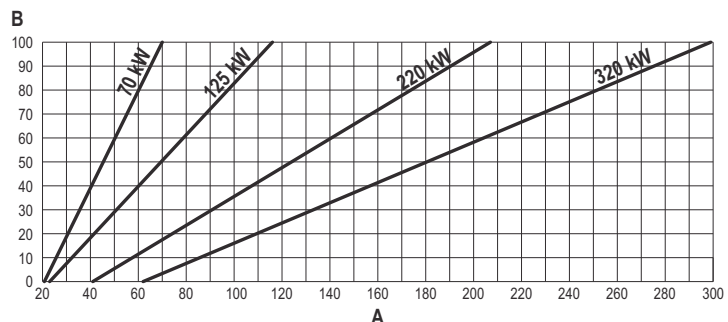

fig. 64
- Appuyer sur les **touches contextuelles 1 et 2** pour augmenter ou diminuer la puissance thermique (minimum = 00 - maximum = 100). Voir diagramme « Réglage Puissance Thermique » (fig. 64).